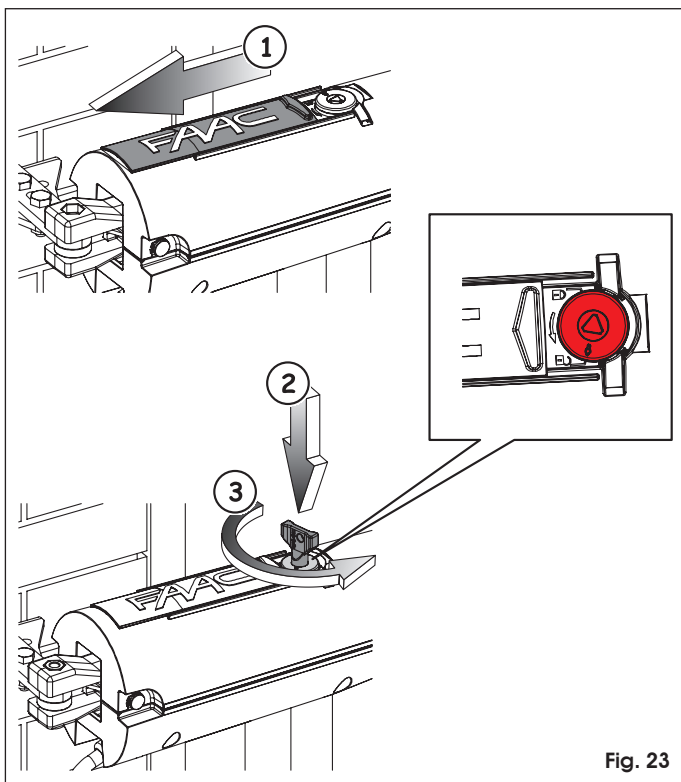

Fig. 23
2. Faire coulisser le capuchon de protection, figure 23, réf. ①.
3. Introduire la clé de déverrouillage fournie, figure 23 réf. ②, et la tourner en sens inverse horaire jusqu'à son arrêt, figure 23 réf. ③. La position de déverrouillage est signalée par un cadenas ouvert.